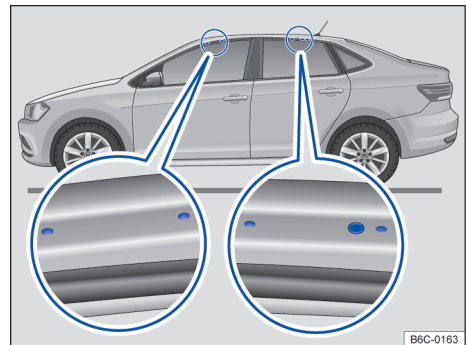

Fig. 159 Puntos de fijación de los soportes básicos del portaequipaje de techo (ambos lados)
Los orificios o marcas de los puntos de fijación de los soportes básicos son visibles con las puertas (delanteras y traseras) del vehículo abiertas y se encuentran a los lados en las vigas del techo → fig. 159 (lupa). Los orificios o marcas para fijación detrás se encuentran en la parte inferior de las vigas del techo → fig. 159 (lupa derecha).
- Fije los soportes de base solo en las marcas indicadas en la figura → fig. 159.